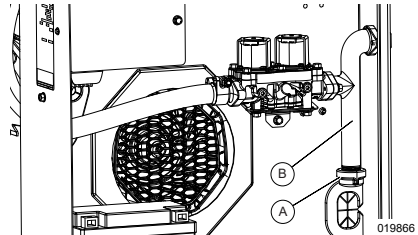

Figure 4-9. Nettoyer le piège à sédiments
5. Voir Figure 4-9. Dévisser et retirer le bouchon (A).